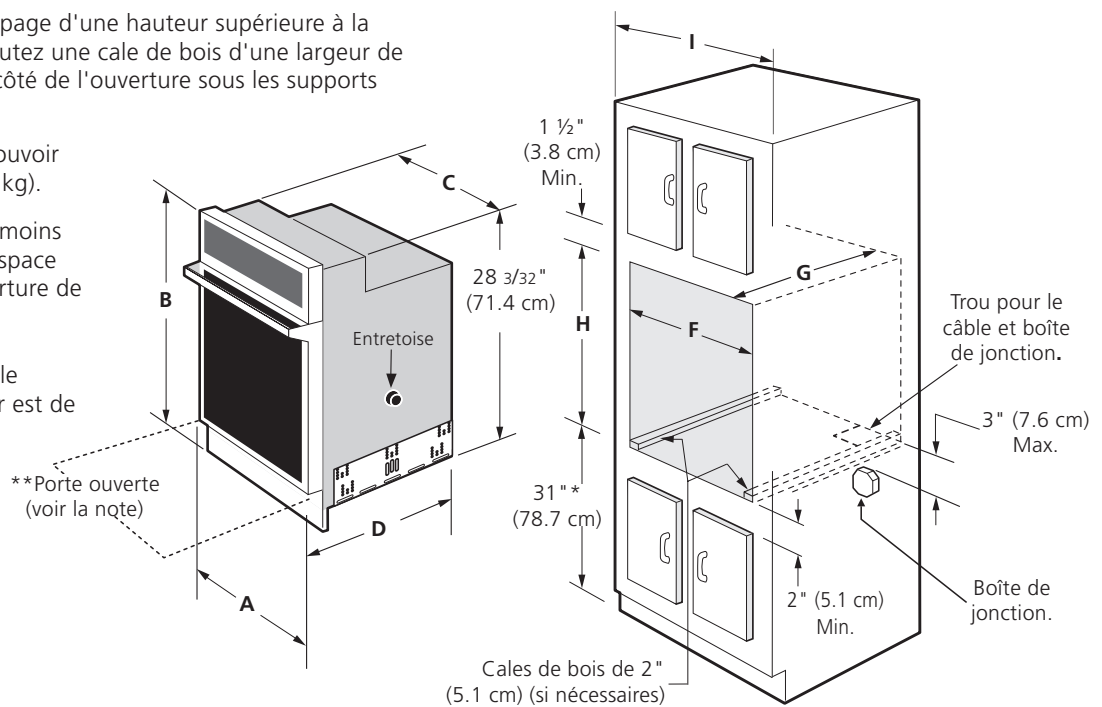

Figure 1
Reportez-vous à la figure 1 pour établir quelles sont les dimensions applicables à votre modèle, ainsi que l'espace nécessaire pour recevoir l'appareil. La surface qui supporte l'appareil doit être en contre-plaqué solide ou tout autre matériau du même type. Il faut vous assurer que la surface est de niveau d'un côté à l'autre et de l'avant à l'arrière.
2. Il faut brancher l'appareil au panneau de distribution en utilisant des câbles flexibles à gaine métallique ou non métallique. On doit brancher directement à la boîte de jonction le câble gainé flexible de l'appareil. Il faut disposer la boîte de jonction tel qu'illustré à la Figure 1 en laissant autant de lâche que possible dans le câble entre la boîte et l'appareil, pour en faciliter le déplacement si l'entretien s'avère nécessaire.
Lorsque requis, ce four peut être ajusté en hauteur avec une entretoise en bois d'une largeur de 2" (5 cm) pour permettre l'installation dans le découpage existant d'une armoire, si la hauteur du découpage excède la dimension **H Min** (voir la figure 1).